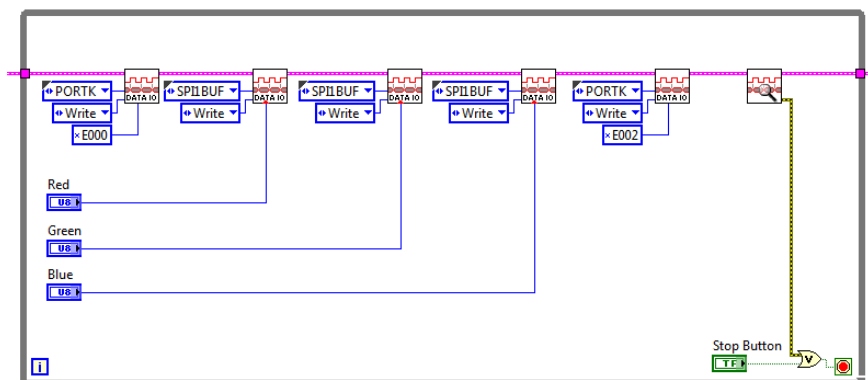

Рис. 2.7. Завершенный цикл while
6. Установите адрес для 5-го блока последовательности ввода-вывода данных на PORTK, аналогично 1-му блоку, но установите данные записи для этого блока на 0xE002. Это сбросит линию CS в конце каждой записи и даст команду потенциометрам SPI обновиться. Подключите этот последний блок к блоку проверки ошибок на правой стороне цикла, чтобы завершить поток управляющего кластера через VI. На рис. 2.7 показан цикл while, как он должен выглядеть, когда все соединения выполнены правильно.
14. На рис. 2.7 в техническом описании ОЗУ показана временная последовательность для чтения регистра состояния. Верхняя строка показывает, что линия выбора остается низкой все время. После получения инструкции на SI чипу требуется еще 8 тактов для отправки данных обратно, в течение которых чипу неважно, какое значение получено на SI.